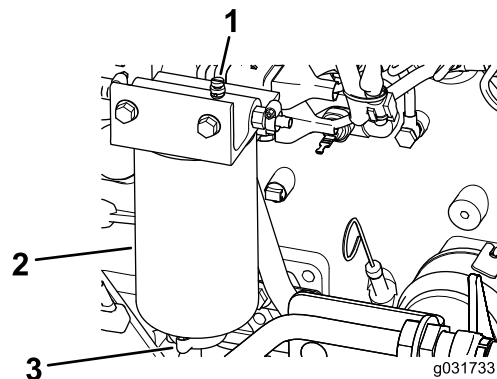

Figure 98
2. Desserrez le robinet de vidange au bas du filtre (Figure 98).
2. Vidangez une partie du carburant en desserrant le bouchon d'aération et en ouvrant la vanne de vidange (Figure 98).